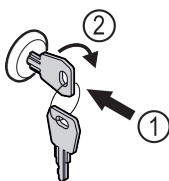

Fig. 110
- ▶ Įspauskite raktą Fig. 110 (1).
- ▶ Pasukite raktą 90° pagal laikrodžio rodyklę Fig. 110 (2).